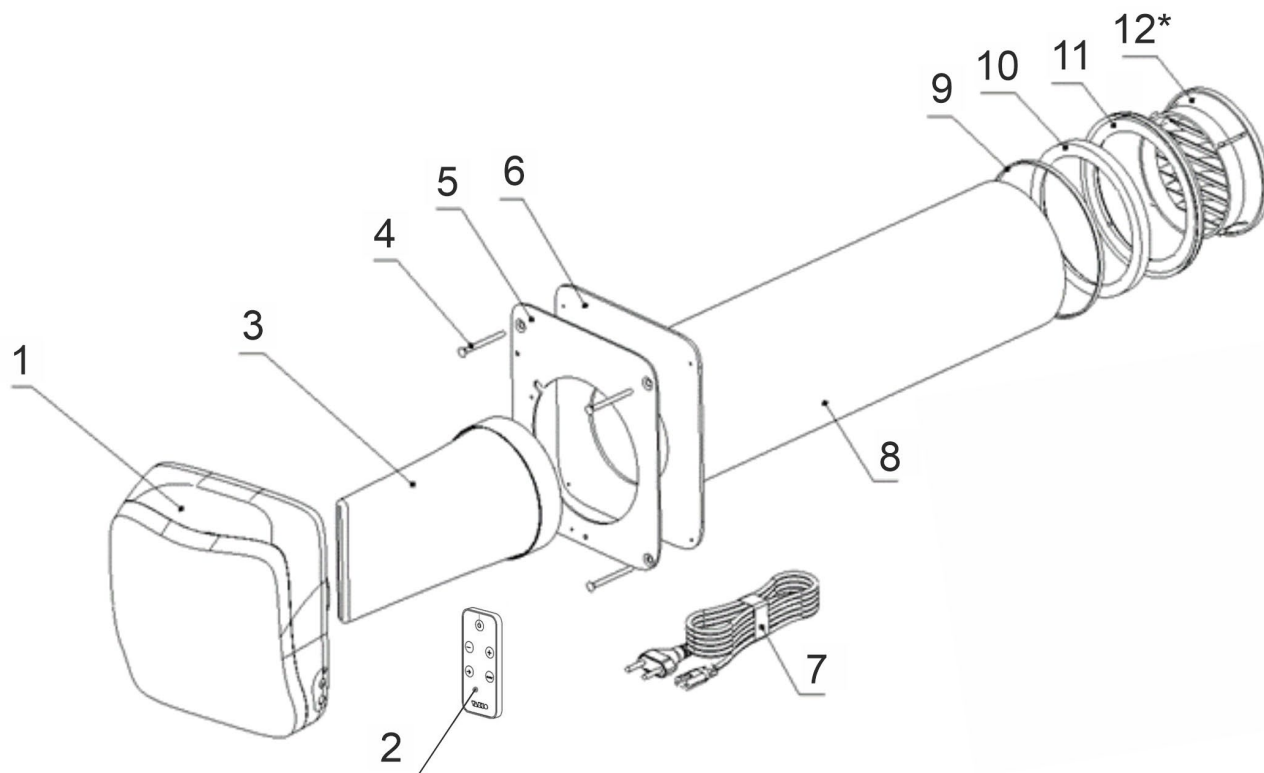

Рис. 2
- Совместив монтажную пластину и теплоизолирующую прокладку (Рис. 2), прикрутите монтажную пластину к стене на дюбель-гвозди.